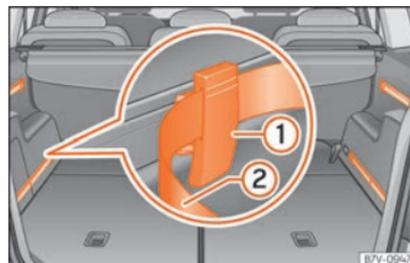

Fig. 173 Na bagageira: sistema com calhas, elementos de fixação ajustáveis (1) e cinto tensor ajustável (2).
- Coloque um elemento de fixação com os sulcos para cima »» Fig. 173 (1) na parte superior da guia e pressione para baixo. »